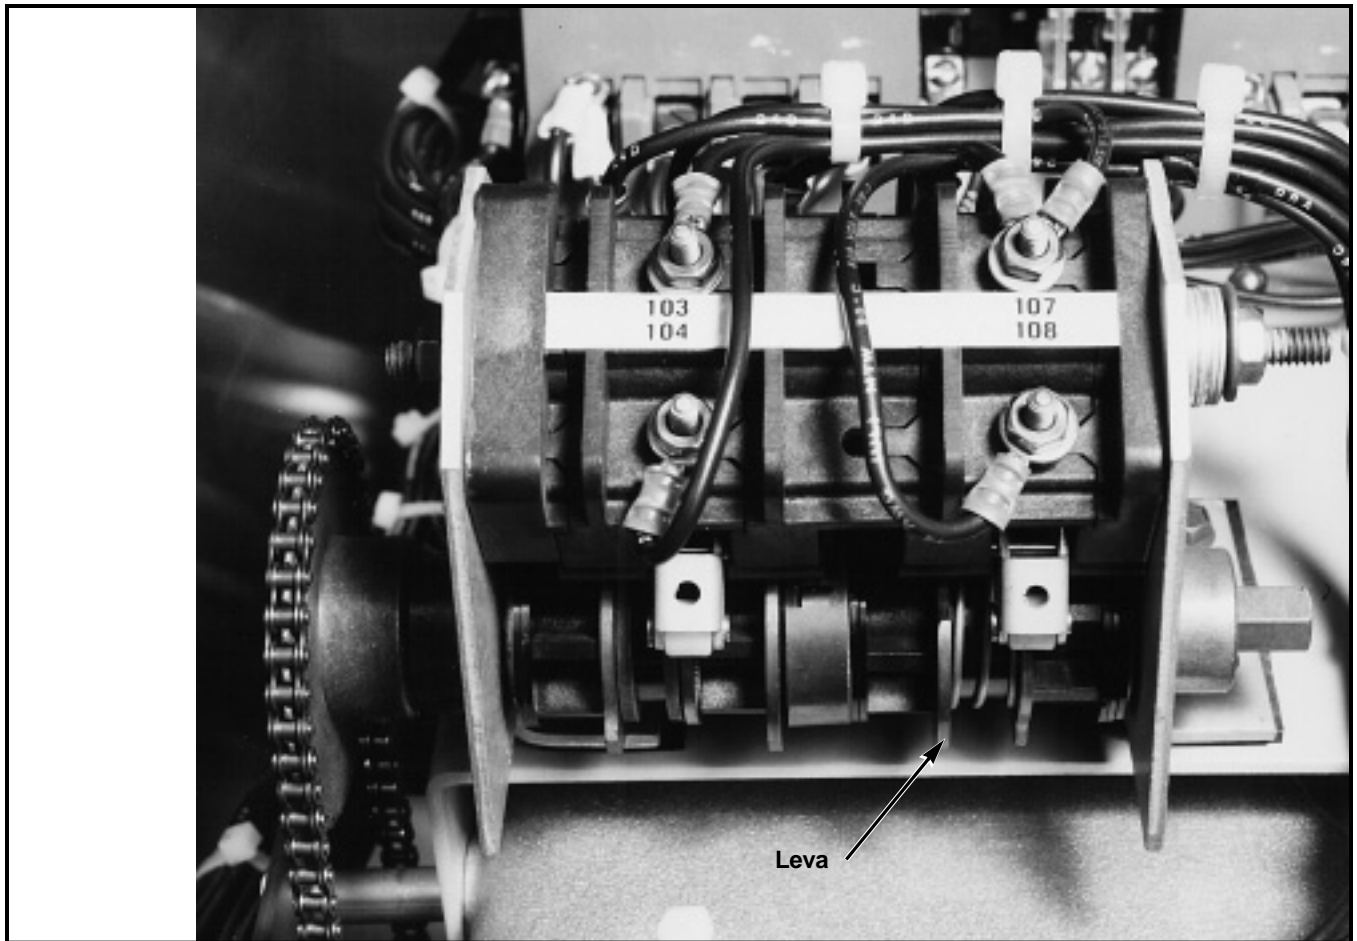

Figura 21. Ajuste de las levas del contacto auxiliar.
- (a) Empujar la leva hacia el resorte adyacente hasta que esté separada del diente del engranaje interior. Ver Figura 21.